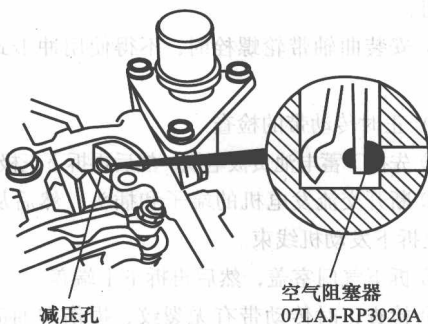

图 1-7 用专用工具堵住减压孔
① 拆下气门室盖，并用专用工具（空气阻塞器）堵住减压孔，如图 1-7 所示。